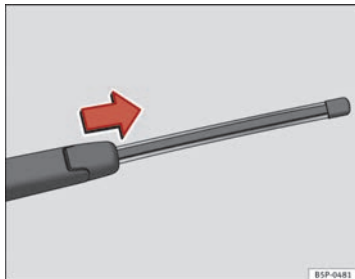

Abb. 186 Heckwischerblatt abnehmen
- Klappen Sie den Scheibenwischerarm von der Heckscheibe weg ⇒ Abb. 186.
- Schieben Sie den Wischerblattadapter in Pfeilrichtung und ziehen Sie das Wischerblatt ab ⇒ Abb. 186.